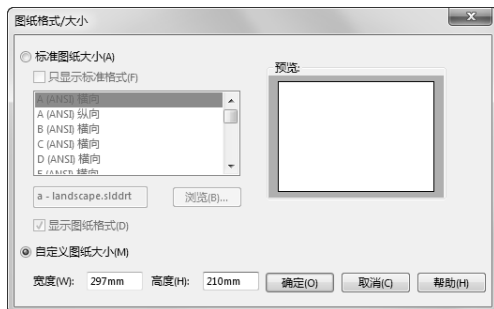

图 12-72 “图纸格式/大小”对话框
2) 图纸设置 单击“标准”工具栏中的  (从装配体制作工程图) 按钮, 弹出“图纸格式/大小”对话框, 选择“标准图纸大小”并设置图纸尺寸, 如图 12-72 所示。单击“确定”按钮, 完成图纸设置。